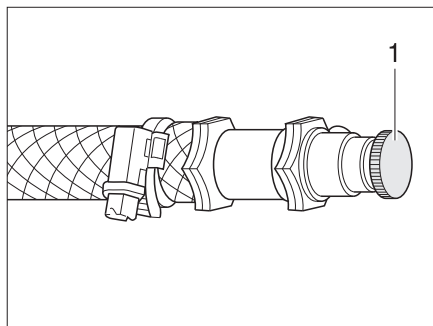

Fig. 173 Valvola di sfiato del riscaldamento ad acqua calda
- Aprire la valvola di sfiato (Fig. 173,1) e lasciare uscire tutta l'aria presente nel circuito.